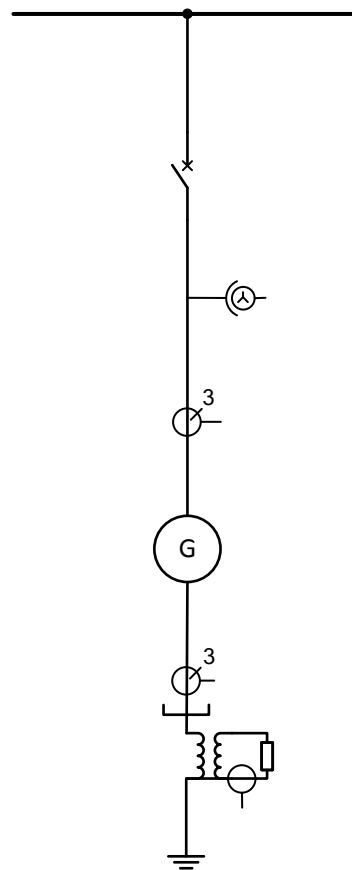

Abb. 94: Übersichtsschaltbild des Beispielfalls für das Generator-LS-Feld
Um die Anwendung der Schutzfunktionen für Kurzschluss, Erdfehler, Statorfehler, Überlast und Rotorfehler zu erläutern, wird als Beispiel ein allgemeines System herangezogen. Abbildung 94 zeigt einen Synchrongenerator und eine Dampfturbine, die mit einem einzelnen 11-kV-Bus verbunden sind. Die Nullspannung des Generators ist mit hoher Impedanz geerdet. Ein Leistungsschalter (LS) kann den Generator mit einem einzelnen 11-kV-Bus verbinden. Sechs PT 100-Widerstandsthermometer (RTD) sind in die Ständernute des Generators eingebettet.